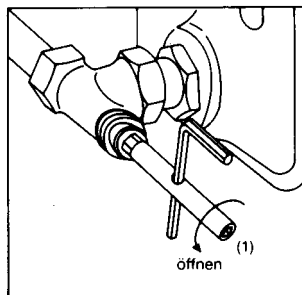

Bild 5
- 3.3 Ослабить шток вентилья шестигранным ключом № 10 (1), поворачивая его влево (max. на $\frac{1}{4}$ оборота) (рис. 5).